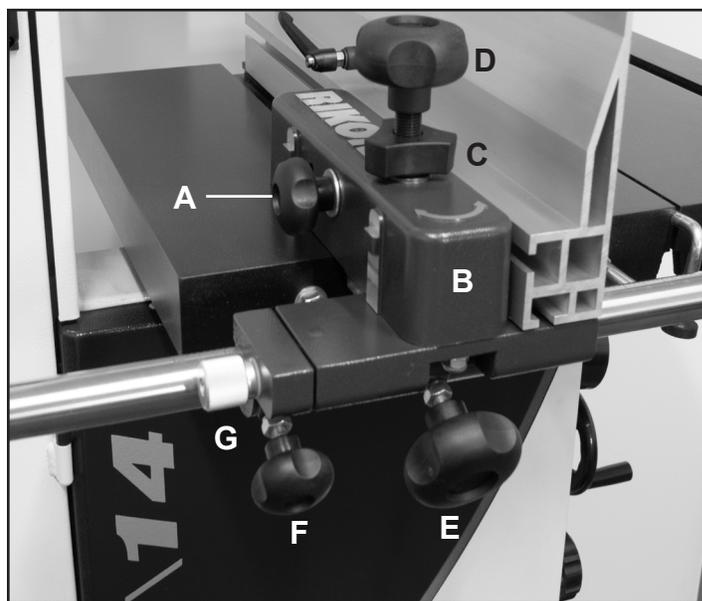

FIGURE 32
1. Desserrer la poignée latérale (#1F, Fig. 32, A) qui maintient la butée de coupes contre le support de butée (#6F, B).
2. Desserrez le bouton de verrouillage (#5F, Fig. 32, C).
2. Laissez la poignée de verrouillage (#24F, Fig. 32, E) lâche.
3. Serrez la poignée de verrouillage (#25F, Fig. 32, F).
4. Tournez le bouton de micro-ajustement (#32F, Fig. 32, G). Un quart de tour équivaut à un déplacement de 0,010 pouces de la clôture.
5. Serrez la poignée de verrouillage (#24F, Fig. 32, E) pour maintenir la position.